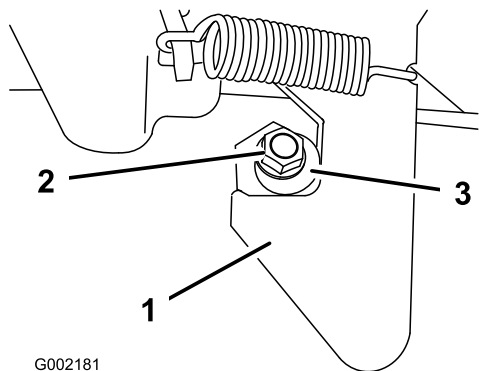

Bild 25
1. Lösen Sie die Mutter am Ende des Verriegelungspfofen (Bild 25).
- Drehen Sie den Verriegelungsposten nach rechts, bis er am Riegel anliegt. Ziehen Sie dann die Mutter fest (Bild 25).